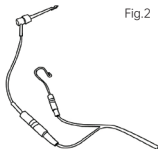

Fig.2
- Connectez le clip pour lime : branchez sa fiche sur l'une des extrémités du câble de mesure. Connectez le crochet labial : branchez-le sur l'autre extrémité. (Fig. 2))